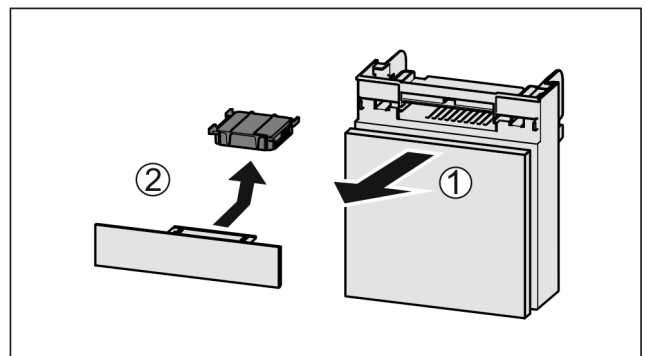

Fig. 103
- Estrarre il vano tirando in avanti Fig. 103 (1).
- Rimuovere il filtro a carboni attivi Fig. 103 (2).